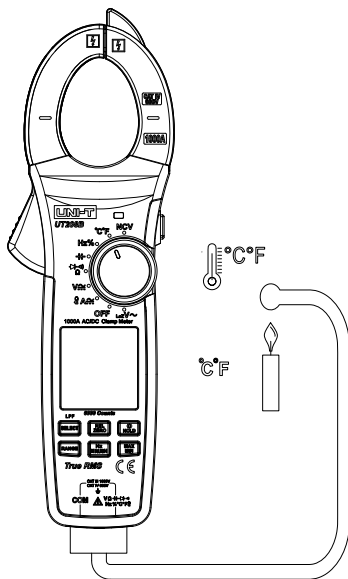

图12
12. 温度测量(见图12) (仅UT206B/UT208B有)